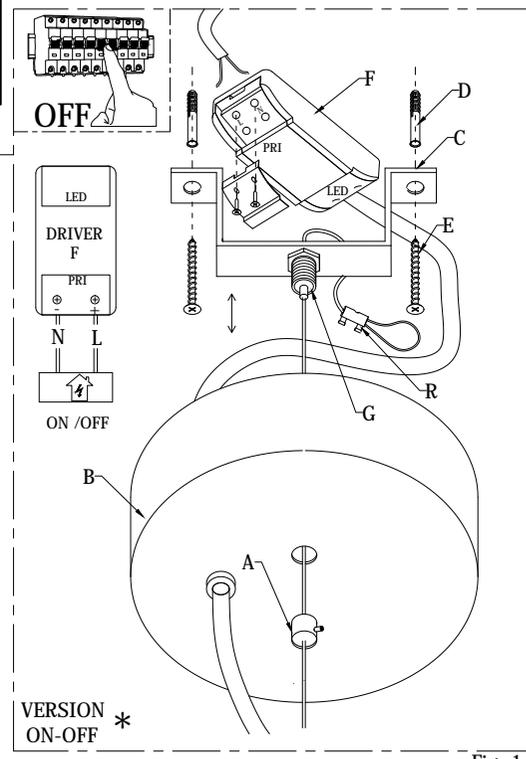

Fig. 1
- Svitare il particolare (A) e abbassare il rosone (B). (Fig. 1/2).
- Fissare la staffa (C) al soffitto mediante le viti (D) e i tasselli (E) (Fig. 1/2).
- Regolare la lunghezza del cavo in acciaio regolando agendo sul morsetto di sicurezza (R), tenendo premuto il particolare (G) del gripper in modo che il cavo in acciaio scorra (Fig. 1/2).
- VERSIONE ON-OFF Collegare i cavi di rete nel driver (F) rispettando le polarità (Fig. 1).